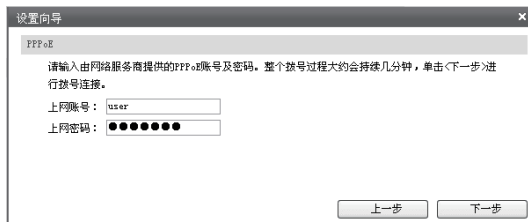

图4-8 上网方式-PPPoE
- 1) 如果上网方式为PPPoE，即ADSL虚拟拨号方式，则需要填写网络服务商提供的上网账号和密码，如图4-8所示。